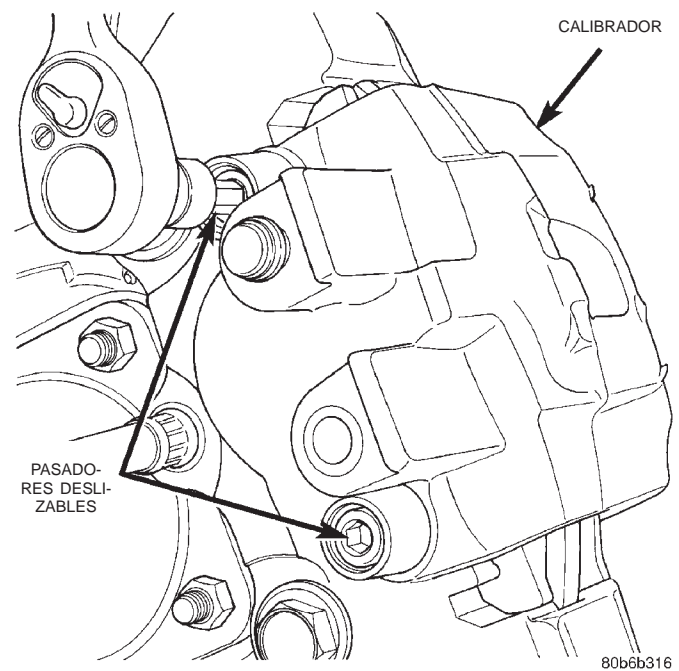
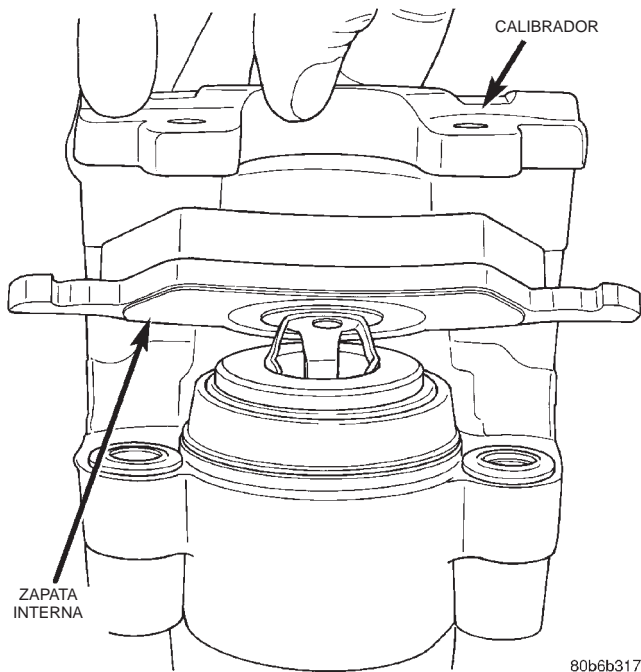

Fig. 39 Pasadores deslizables del calibrador
Fig. 40 Zapata de freno interna
- (6) Retire las tapas de los casquillos de pasadores deslizables del calibrador y retire los pasadores deslizables (Fig. 39).
- (7) Retire el calibrador del anclaje.
- (8) Asegure el calibrador con alambre en algún elemento cercano. **No permita que la manguera de freno soporte el peso del calibrador.**
- (9) Retire la zapata de freno interna del calibrador (Fig. 40).
- (1) Instale la zapata de freno interna en el anclaje del calibrador (Fig. 40).